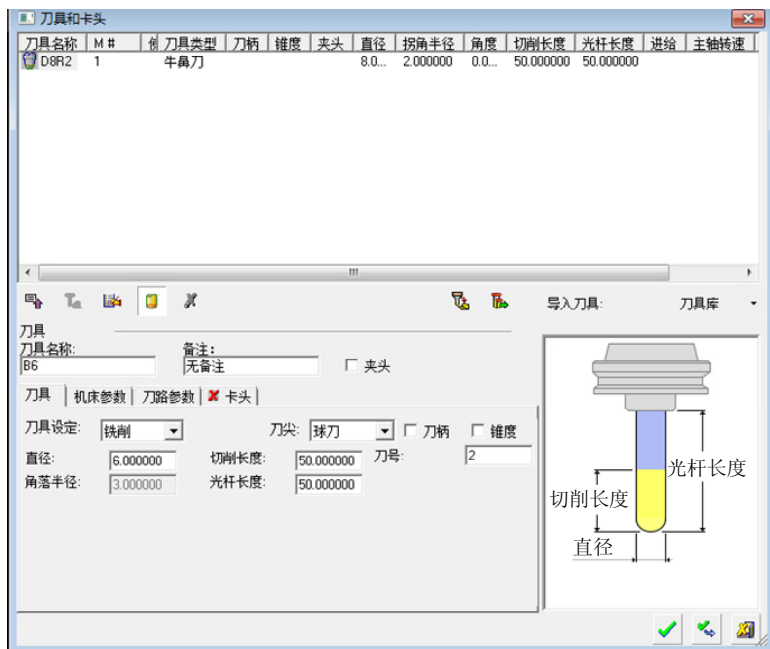

图 5-126 创建 B6 球刀
2) 创建 B6 球刀。单击“加工向导”工具栏上的“刀具”按钮 , 弹出“刀具和卡头”对话框, 单击新刀具按钮 , 设置刀具参数如图 5-126 所示。依次单